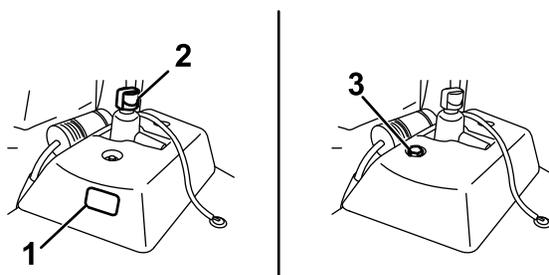

Figure 48
- Si le réservoir hydraulique auxiliaire comporte un regard, contrôlez le niveau d'huile par le regard (Figure 48), puis passez à l'opération 5.
- Si le réservoir hydraulique auxiliaire n'a pas de regard, localisez la jauge au sommet de la machine (Figure 48), puis passez à l'opération 3.